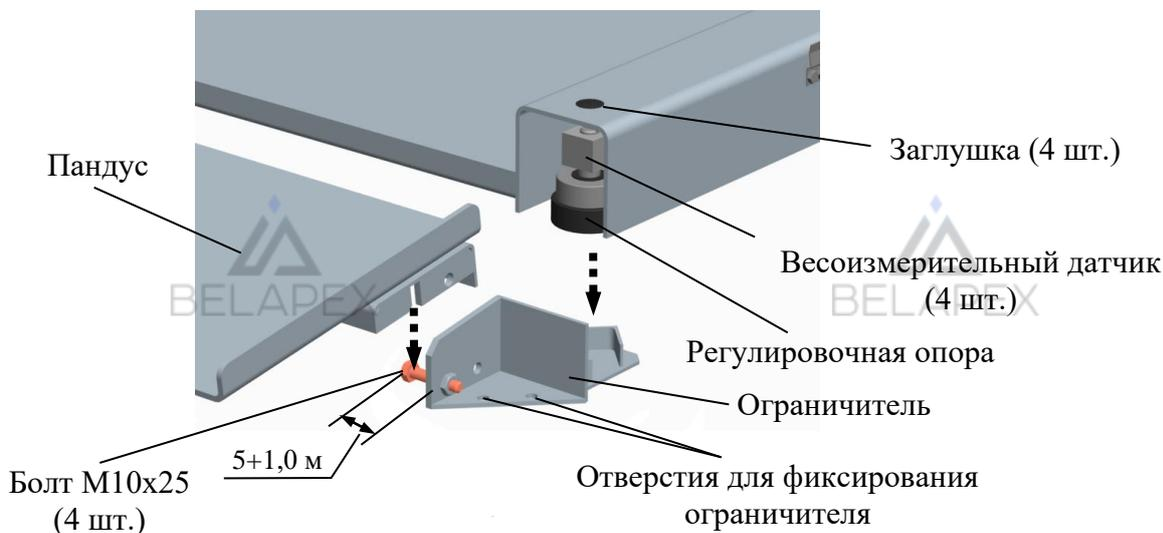

Рисунок 4.2 – Сборка модуля взвешивающий 4D-LA
4.3.3 Отрегулируйте болты в ограничителе так, чтобы зазор между головкой болта и стенкой ограничителя был  $5+1,0$  мм (см. рис. 4.2).
4.3.4 Поочередно приподнимая каждый из четырех углов платформы, подложите ограничители под регулировочные опоры датчиков и установите пандусы (см. рис. 4.2).
☞ При необходимости зафиксируйте ограничитель болтами М10 (8 шт.) через отверстия (см. рис. 4.2).